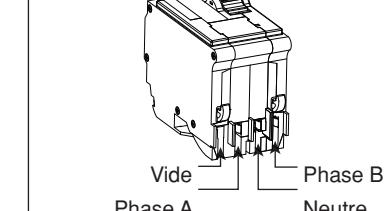

Fig. 4
- Place GFPE branch circuit breaker into the panel as shown (see fig. 4).
- Insérer le DPÉFT dans le panneau de la manière illustrée (fig. 4).
- Coloque el interruptor de circuito derivado FTPE en el panel como se muestra (ver fig. 4).